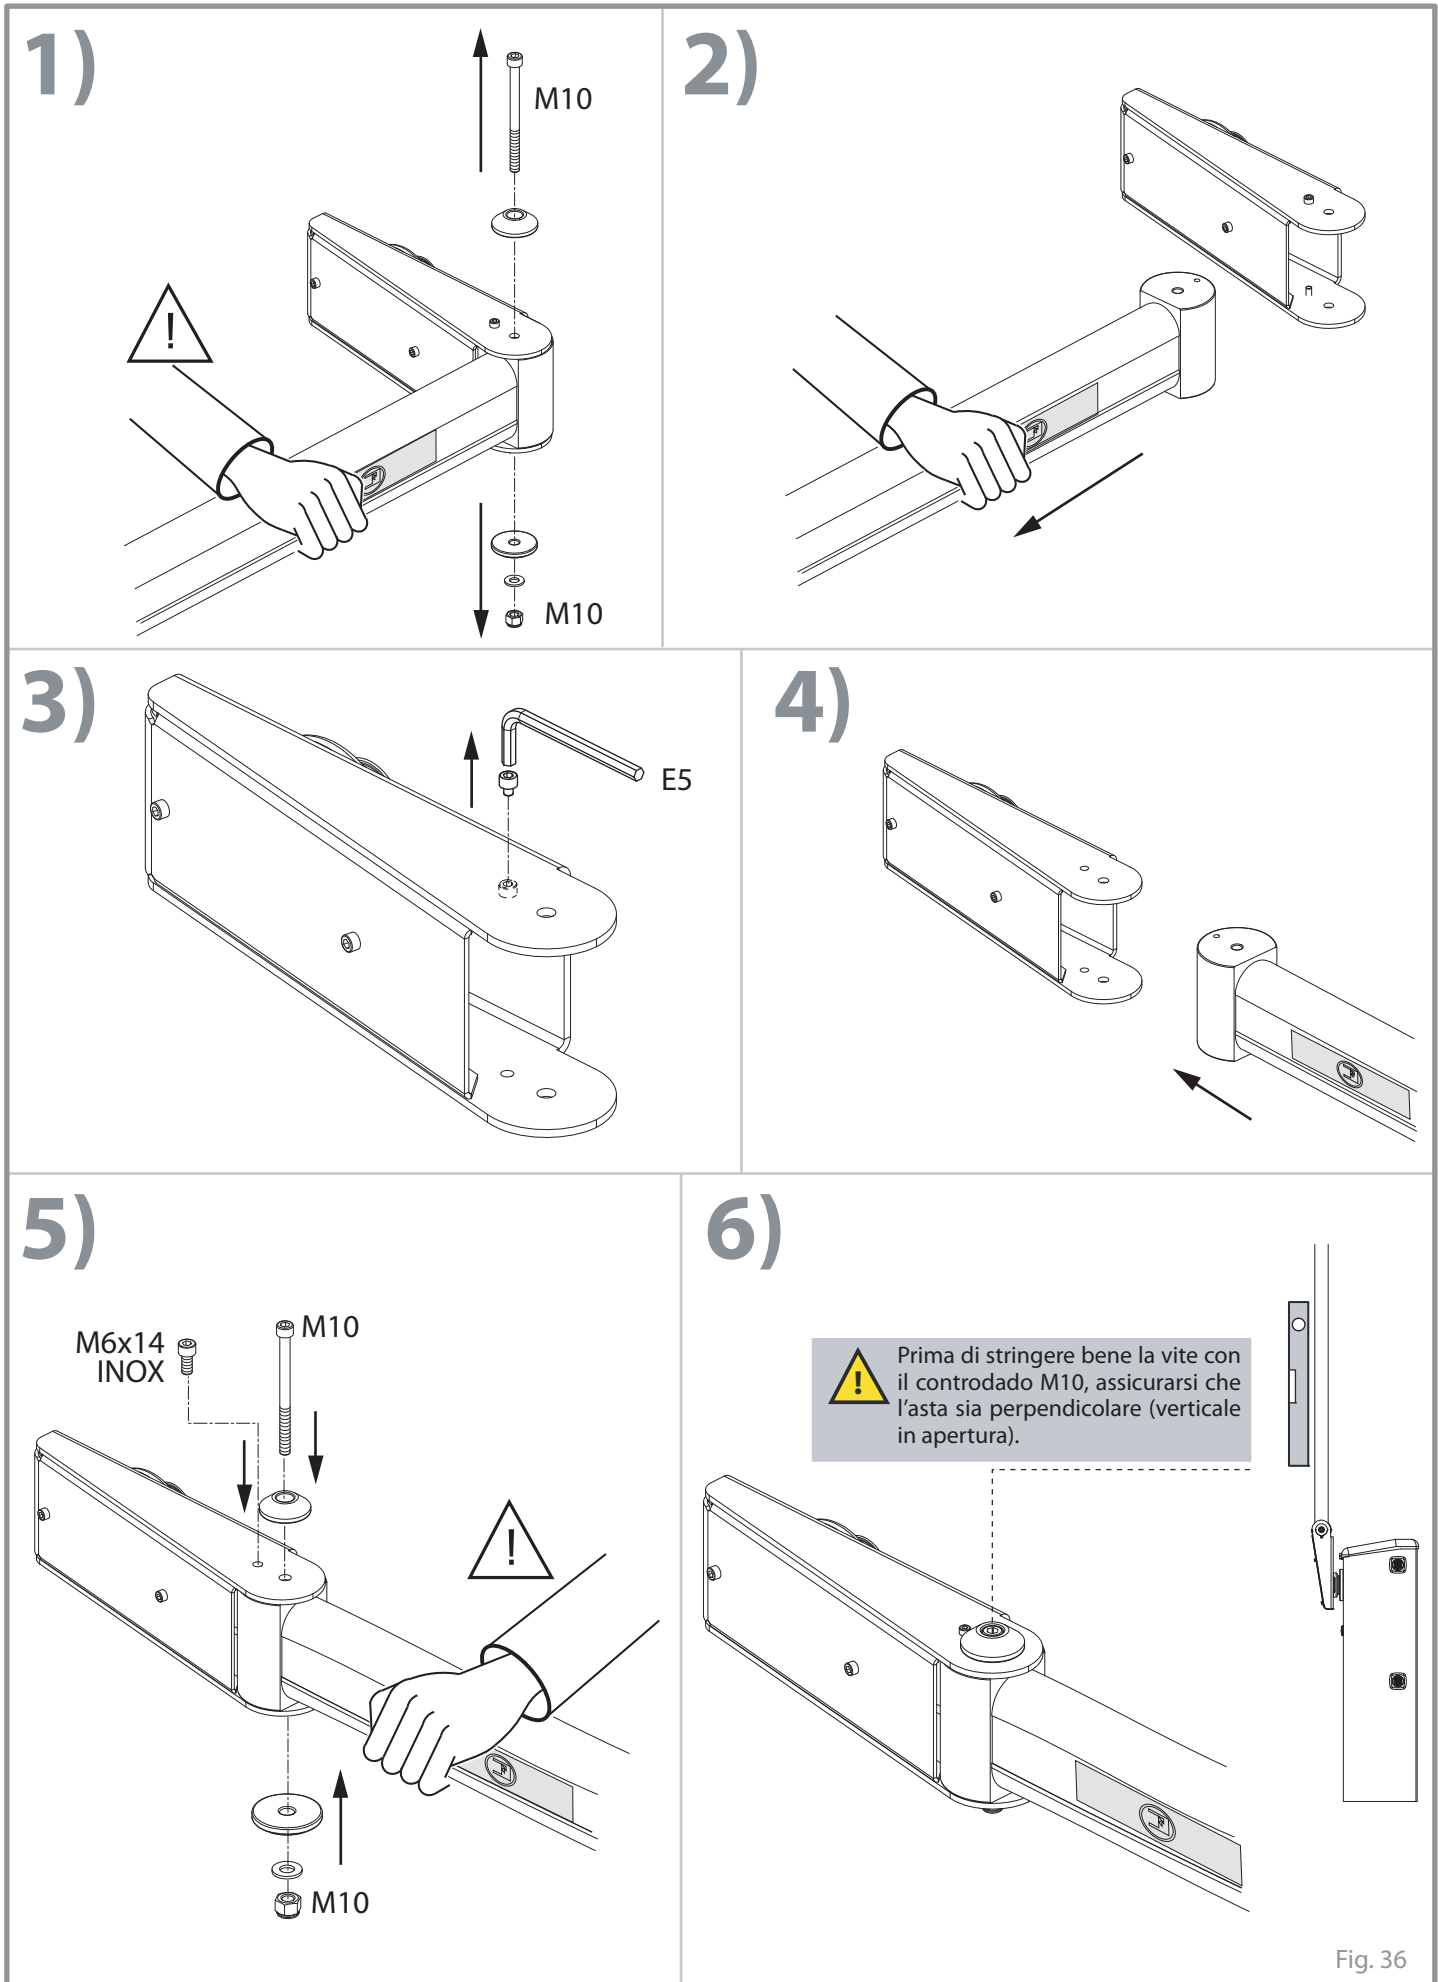

Fig. 36
La flangia ALA.180, accessorio per BAYT 980 (articolo codice 9897L), permette l'apertura (rotazione) dell'asta nella direzione di urto con un veicolo ed è progettata per salvaguardare i principali componenti strutturali dell'automazione BAYT 980 e l'asta stessa. A seguito dell'impatto è necessario riportare manualmente l'asta nella posizione originale di funzionamento, seguendo le istruzioni indicate in Fig. 36.
**Importante:** la vite M6 è il componente che si rompe a seguito dell'impatto e che deve essere sostituito; seguire le istruzioni indicate in Fig. 36.